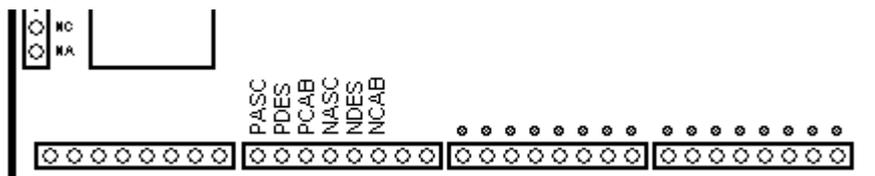

Figura 10
- El pulsador de cabina a la parada N se conecta al borne de E/S digital del piso N, y a los bornes PCAB y NCAB (Figura 10)
- El pulsador de llamada ascendente a la parada N se conecta al borne de E/S digital de la parada N, y a los bornes PASC y NASC (Figura 10)
- El pulsador de llamada descendente del piso N se conecta al borne de E/S digital de la parada N, y a los bornes PDES y NDES (Figura 10).
En el circuito de la Figura 10, los LEDs de registro activos destellan. Para eliminar este destello, se pueden conectar los LEDs de registro según la figura Figura 11.